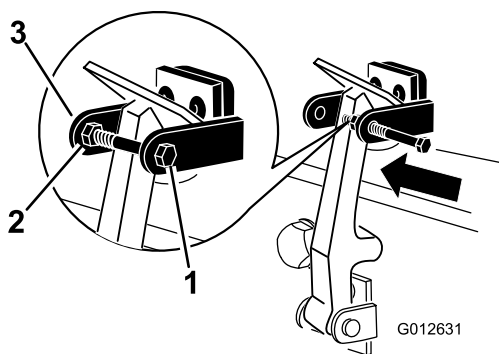

図 9
8. フードロックブラケットのもう一つのアームにボルトを差し込んでラッチをロックする 図 9。